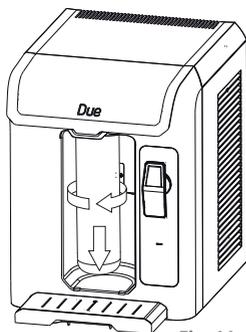

Fig. 11
- Abra a tampa do alojamento do filtro, gire o filtro "Girou, Trocou" para a esquerda para desencaixá-lo do produto (Fig. 11).